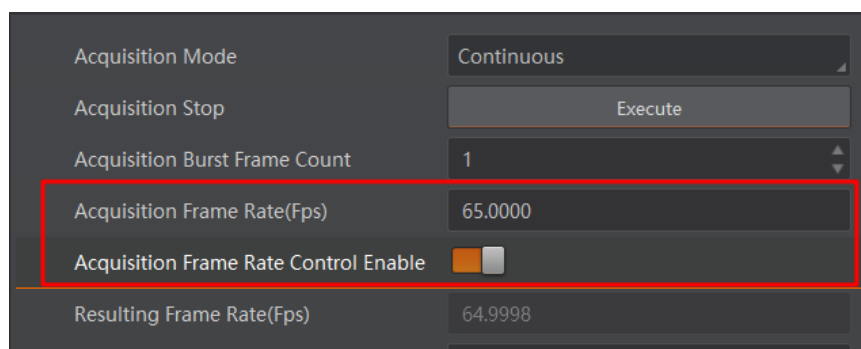

图9-1 帧率设置
2. 启用 Acquisition Frame Rate Control Enable 参数，如图 9-1 所示。